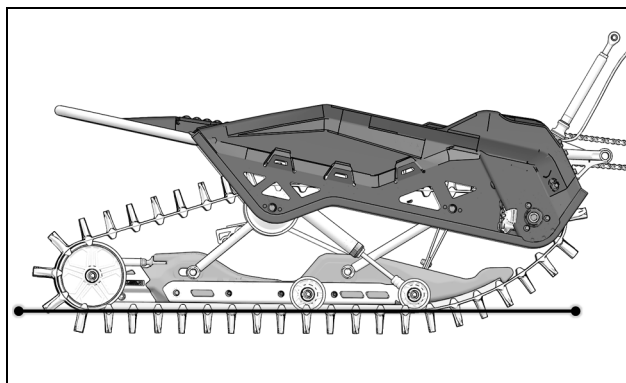

Figure 1
**Principe d'ajustement:** Lorsque la suspension est déposée au sol, le contact entre la chenille et le rail de suspension doit se faire en même temps sur toute la longueur du rail. Figure 1.